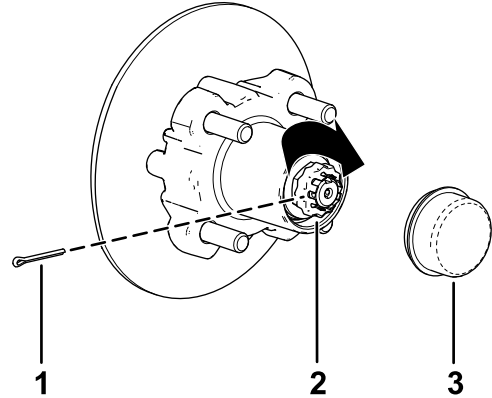

Figure 35
8. Placez l'arrêt d'écrou sur l'écrou et vérifiez que la fente dans l'arrêt et le trou dans la fusée sont alignés afin de pouvoir insérer la goupille fendue (Figure 35).
9. Insérez la goupille fendue et repliez chacune de ses pattes autour de l'arrêt d'écrou (Figure 35).
10. Reposez le couvercle-moyeu sur le moyeu (Figure 35).